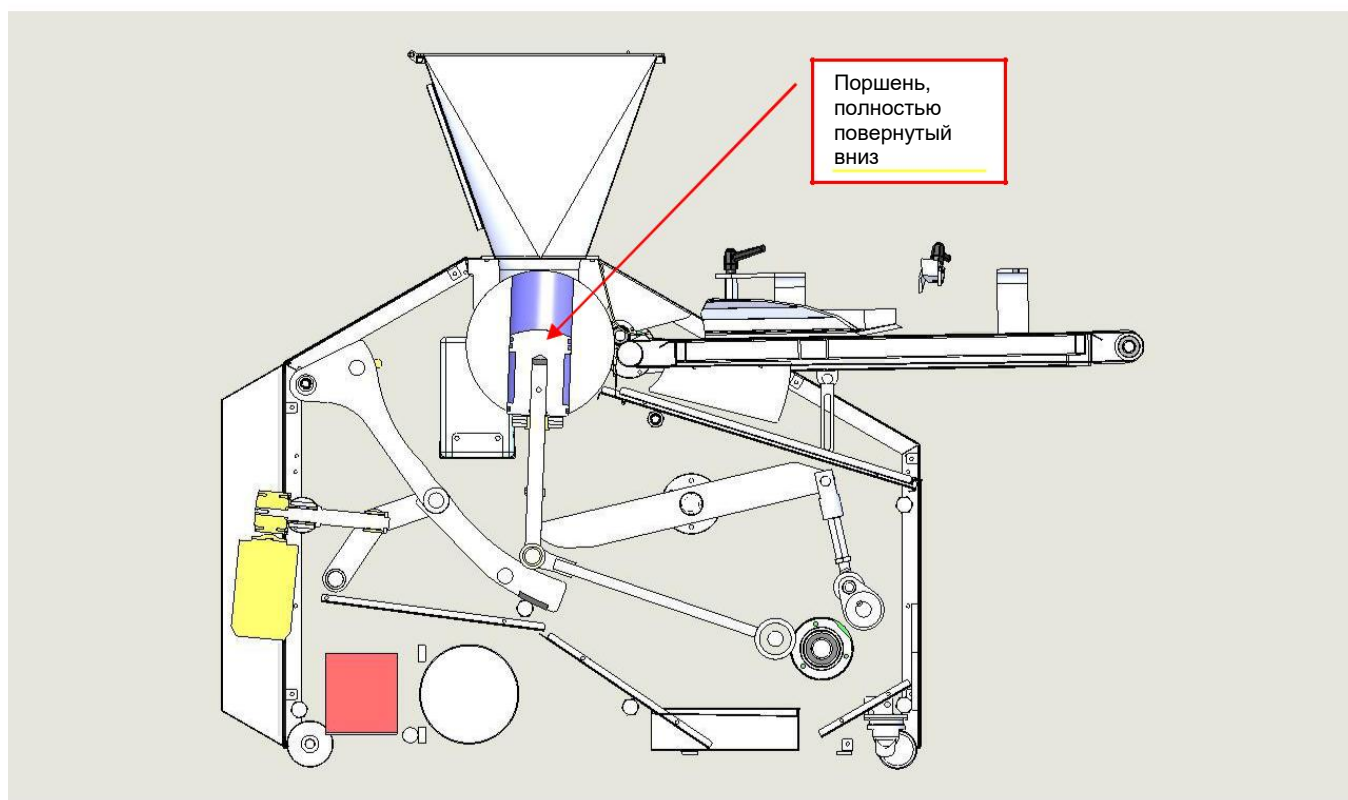

Рисунок 19: Корректное позиционирование поршня полностью повернутого вниз в конце рабочего цикла
8. В конце рабочего цикла важно остановить машину в заранее установленном режиме, т.е. в положении поршня поностью повернутом вниз. (рис. 19).